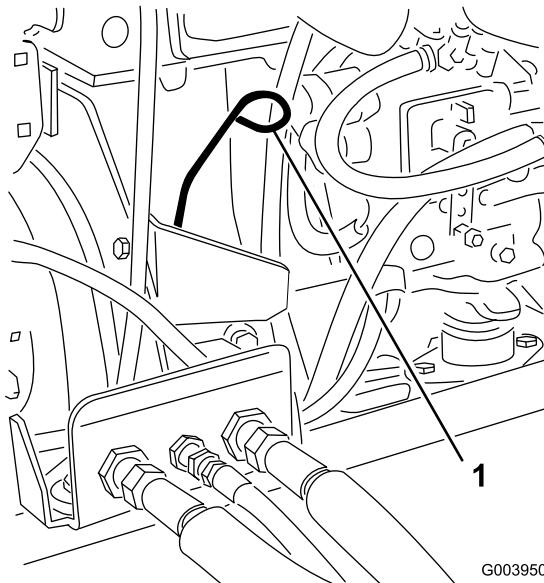

図 33
- ディップスティックを取り、付いているオイルをウェスで拭きとつてもう一度差し込む(図 33)。